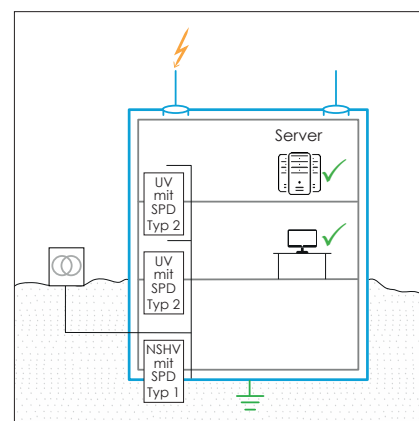

Abbildung 4:
- Ermittlung von aufeinander abgestimmten Schutzgeräten (sog. SPD) in Haupt- und Unterverteilungen (siehe Abbildung 4)